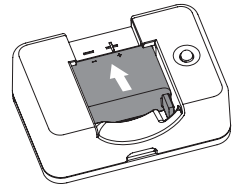

Abbildung 7
1. Der Patch-Pumpen-Akku wird in das Ladegerät eingesetzt, wie in Abbildung 7 dargestellt. Sie sollten ein Klickgeräusch hören, das anzeigt, dass der Akku richtig eingelegt ist.